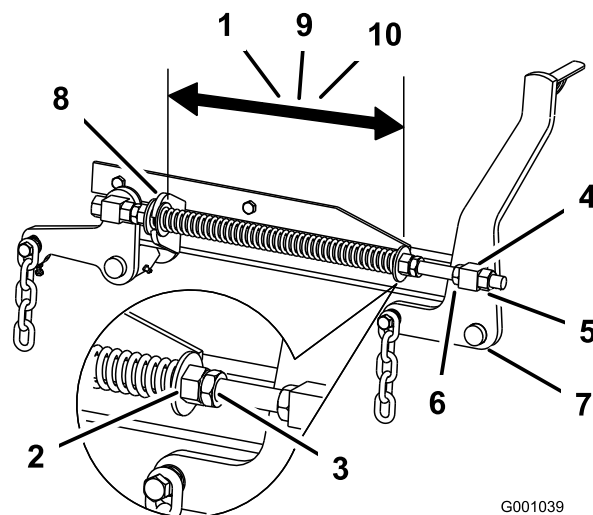

Figura 106
2. Verificate la distanza tra le 2 rondelle grandi, deve essere pari a 28,2 cm per i piatti di taglio da 132 cm, 26,7 cm per i piatti di taglio da 152 cm, o 29,2 cm per i piatti di taglio da 183 cm (Figura 106).
3. Regolate questa distanza allentando il controdado per molla e girando il dado davanti ad ogni molla (Figura 106).
4. Bloccate il dado serrando il controdado della molla (Figura 106).